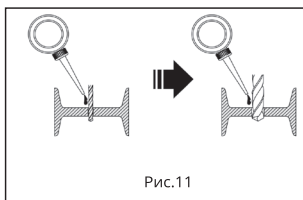

Рис.11
- При сверлении в металле отверстия большого диаметра сначала просверлите отверстие меньшего диаметра, после чего рассверлите его до требуемого диаметра (см. Рис. 11).